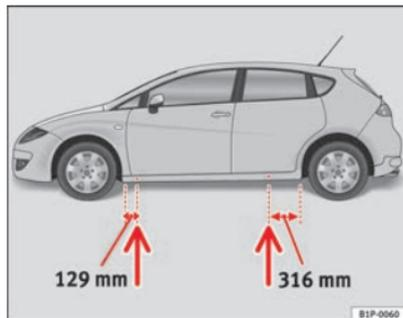

Fig. 157 Punti di appoggio per il cric
- Applicare il cric al longherone inferiore del veicolo nel punto di appoggio più vicino alla ruota da sostituire ⇒ **fig. 157**.
Sul montante inferiore sono segnati i punti a cui applicare il cric ⇒ **fig. 157**. Per ogni ruota esiste un unico punto di sollevamento. Non collocare il cric in altri punti.